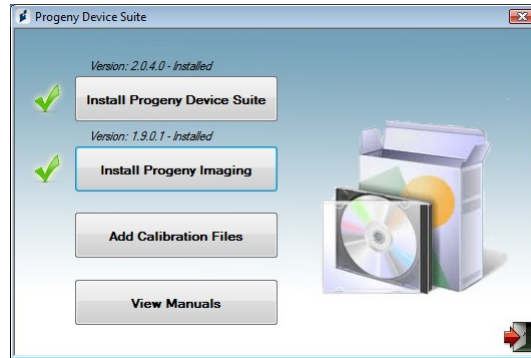

Figure 8 : Écran principal de l'installation du fichier d'étalonnage
- L'écran principal de l'installation du fichier d'étalonnage s'affiche dans la Figure 8. Si le logiciel ne lance pas l'installation automatiquement, parcourez Windows Explorer™ (Explorateur Windows) et sélectionnez la lettre du lecteur « Progeny ». Parcourez le contenu de la clé USB et double-cliquez sur « Setup.exe ». Cette étape permet de lancer le processus d'installation.